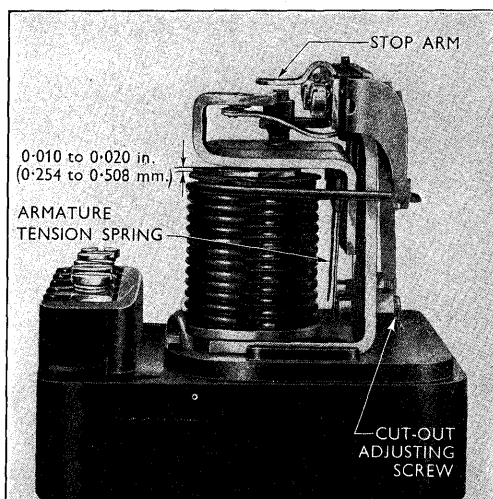

Fig. 33. Tilbagestrømsrelæ - justering af kontakter.
- A2. Speed langsomt motoren op og kontroller spændingen umiddelbart før kontakterne lukker - den skal ligge mellem 12,7 og 13,3 volt. Spændingen kan justeres ved hjælp af Cut Out Adjusting Screw (fig. 33) hvis kontramøtrik løsnes. Drejes venstre om (mod uret) arbejder relæet ved lavere spænding, og drejes højre om, er det modsatte tilfældet. Justerskruen skal kun drejes ganske lidt ad gangen.
Er det nødvendigt at indstille kontakt- og luftgab, gås frem således: (fig. 33 og 34)